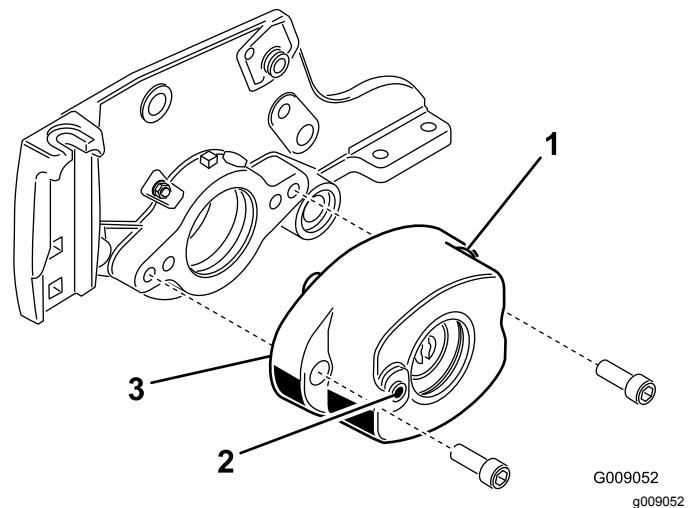

Figure 6
5. Fixez le carter de brosse au logement de roulement de cylindre avec 2 vis Allen ( $\frac{3}{8}$ " x 1") (Figure 6). Montez le carter de brosse avec le trou fileté vers l'avant de l'unité de coupe.